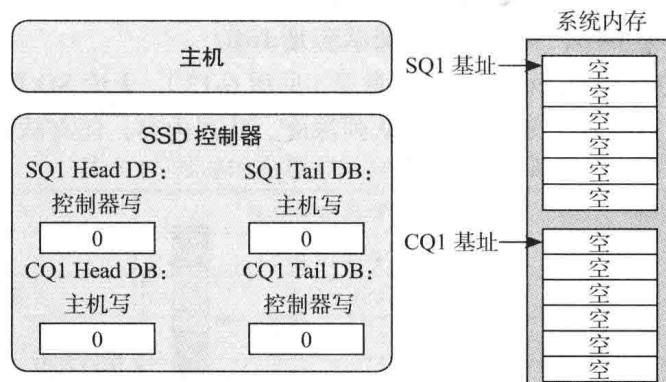

图 6-14 SQ、CQ、DB 初始化状态
1) 开始假设 SQ1 和 CQ1 是空的， $\text{Head} = \text{Tail} = 0$ ，如图 6-14 所示。